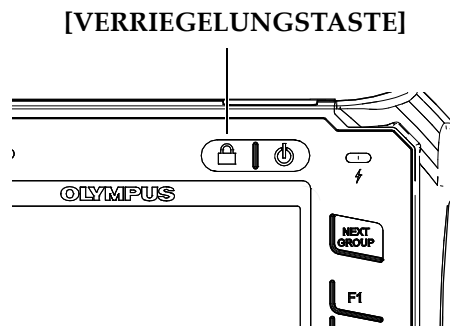

Abbildung 2-7 Verriegelungstaste der Drehknopfversion
- Mit der **[VERRIEGELUNGSTASTE]** (nur mit der Drehknopfversion) wird automatisch die Einstellung aller Parameter verriegelt, um ungewünschte Änderungen durch versehentliches Knopfdrehen zu verhindern (siehe Abbildung 2-7 auf Seite 42).